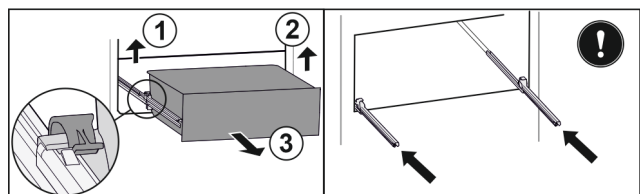

Fig. 26
- ▶ Sollevare il morsetto a sinistra e contemporaneamente tirare in avanti il cassetto a sinistra Fig. 26 (1).
- ▶ Sollevare il morsetto a destra e contemporaneamente tirare in avanti il cassetto a destra Fig. 26 (2).
- ▶ Rimuove il cassetto tirandolo in avanti Fig. 26 (3).